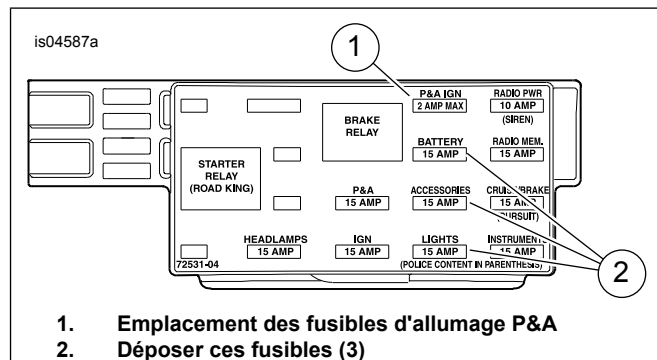

Figure 14. Cavité de fusible d'allumage P&A (modèles Touring de 2004 à 2007)
- TOUS les modèles** : voir Figure 14. Repérer la cavité de fusible marquée « P&A IGN », « 2 AMP MAX » (1). Il existe une barre bus alimentant un côté de ce circuit, mais aucun fil ou fusible connecté n'est présent. Retirer les trois fusibles (2) présentement en place dans cette rangée, tout en notant leur emplacement.